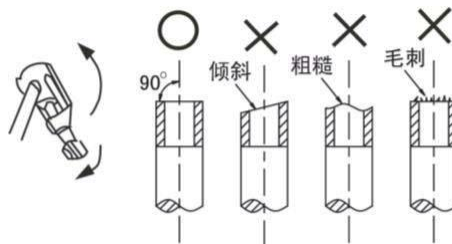

图2-14 管割刀切断配管示意图
- a、用管割刀切断配管（见图 2-14）； b、将管套入连接螺母扩口。